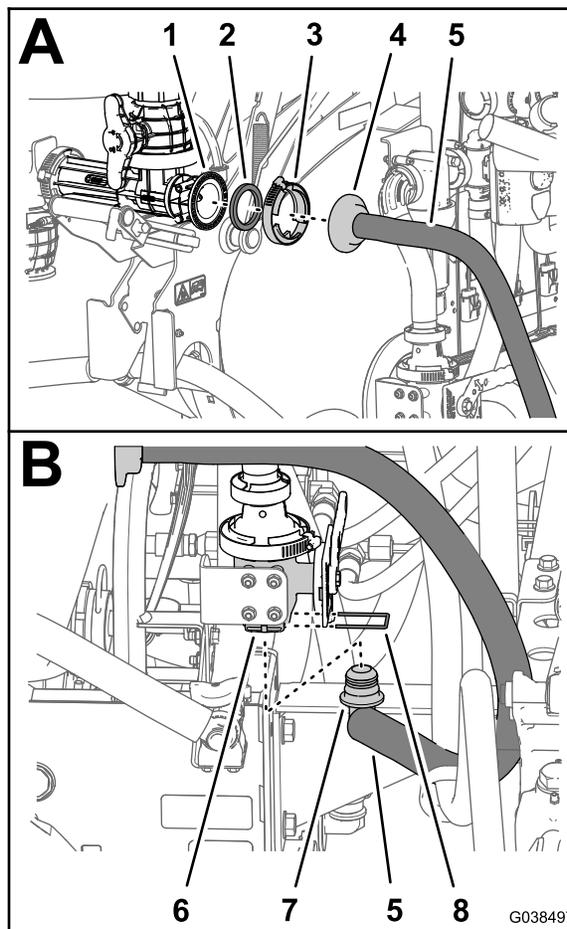

Bild 101
optionalen Ejektors (Seite 9) entfernt haben, und dem Flansch des Ejektors aus (Bild 101).
4. Befestigen Sie den 90°-Krümmer des Ejektorzulaufschlauchs im unteren Anschluss des Ejektorabstellventils (Bild 101).
5. Befestigen Sie das gezahnte 90°-Anschlussstück mit einem kleinen Halter am Anschluss des Ejektorabstellventils (Bild 101).